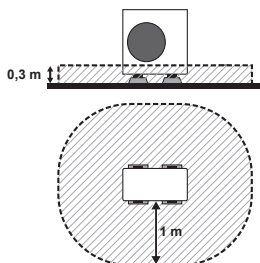

Fig. 3-2
(1) In caso di installazione in un punto con una superficie circostante aperta (Fig. 3-2)